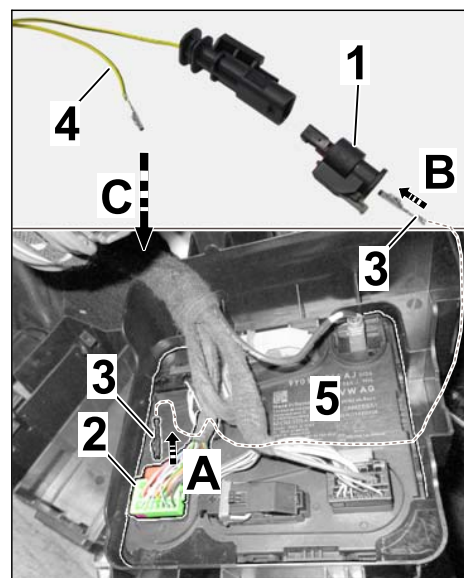

Рис. 19
- 3.2.2 Разблокировать корпус разъема (2-контактный ⇒ Рис. 19 -1- на жгуте проводов кнопки тягово-сцепного устройства, связанных в один пучок).
- 3.2.3 Извлечь разъем А (17-контактный, зеленый ⇒ Рис. 19 -2-) из БУ электроники задней части кузова и разблокировать его.
- 3.2.4 Отсоединить зеленый/синий провод 0,35² от гнезда 5 (разъем А (17-контактный, зеленый) ⇒ Рис. 19 -А-).
- Затем подсоединить его к гнезду 1 (корпус разъема 2-контактный, жгут проводов кнопки) ⇒ Рис. 19 -В-).
- 3.2.6 Подсоединить желтый/черно-белый провод (жгут проводов кнопки) в гнездо 5 (разъем А, 17-контактный, зеленый) ⇒ Рис. 19 -С-).